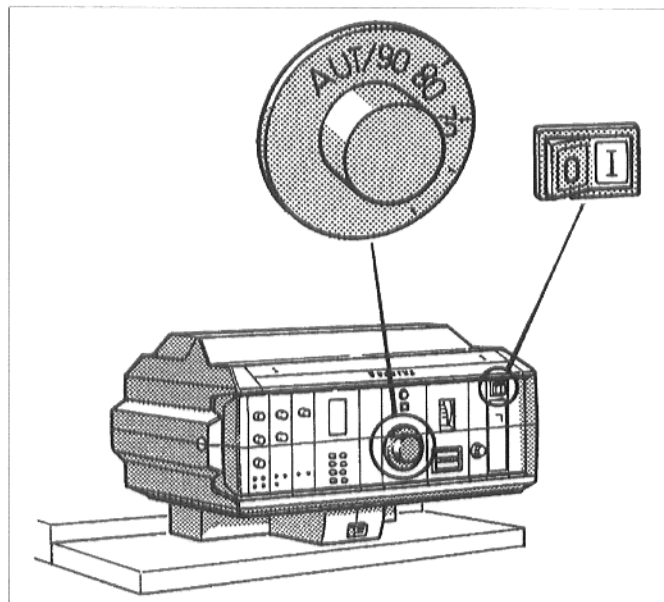

Fig. 2: Apparecchio di regolazione; messa in esercizio del bruciatore a gas
- Porre l'interruttore di esercizio (Fig. 2) in posizione I (EIN=INSERTO).
- Tarare il regolatore di temperatura acqua di caldaia (Fig. 2) alla temperatura desiderata. Per le regolazioni "Ecomatic" posizionare il regolatore su "AUT".
- Porre l'interruttore di esercizio (Fig. 2) in posizione "O" (AUS=DISINSERTO).